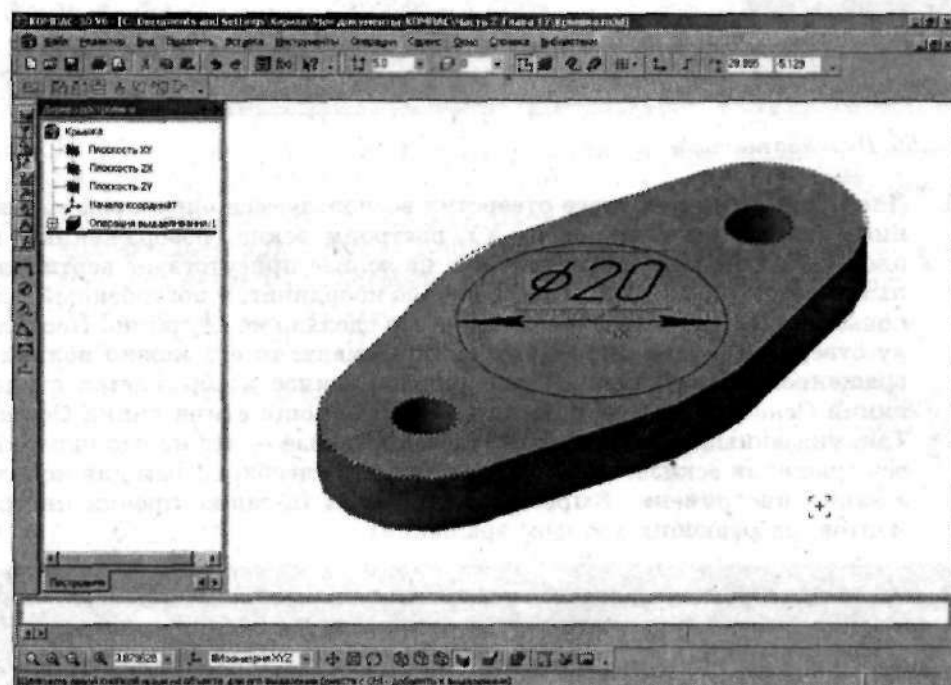

Рис. 2.65. Создайте эскиз
2. Создайте окружность, с центром в начале координат и диаметром 20 мм (рис. 2.65), после чего выйдите из режима редактирования эскиза, щелкнув по кнопке  (Эскиз).